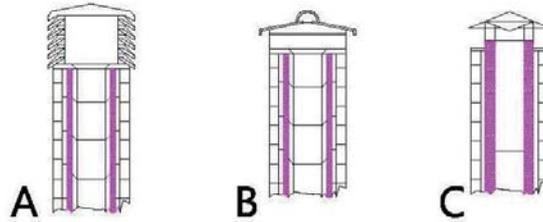

Fig. 9 - Beispiele von Schornsteinen
Der Schornstein ist entscheidend für die gute Funktionsweise des Heizgeräts: Es wird ein Windschutz-Schornstein (A) empfohlen, siehe Fig. 9 auf S. 14.
3. Externer Rauchgasabzug, nur aus isolierten Stahlrohren realisiert, d.h. mit Doppelwand mit min. Ø 100 mm: Alles gut an der Wand verankert. Mit Windschutz-Schornstein (siehe Fig. 9 auf S. 14 Typ A).